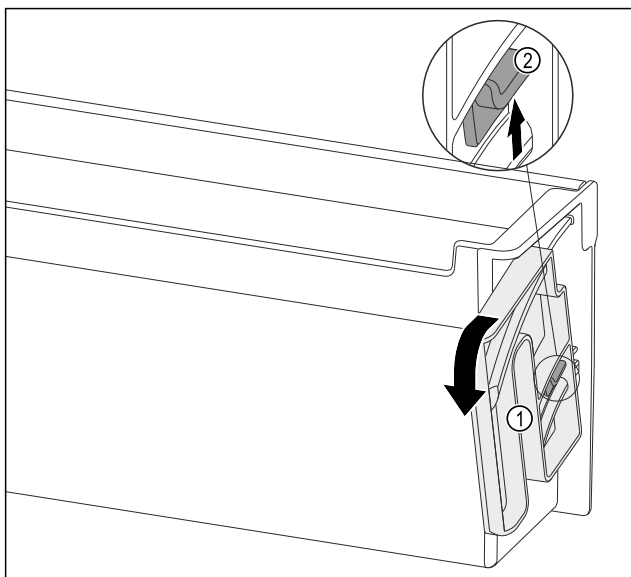

Fig. 92
- Прокрутіть поворотний модуль Fig. 92 (1) у вказаному напрямку до упору.
- Натисніть клапан Fig. 92 (2) угору і дістаньте поворотний модуль Fig. 92 (1).